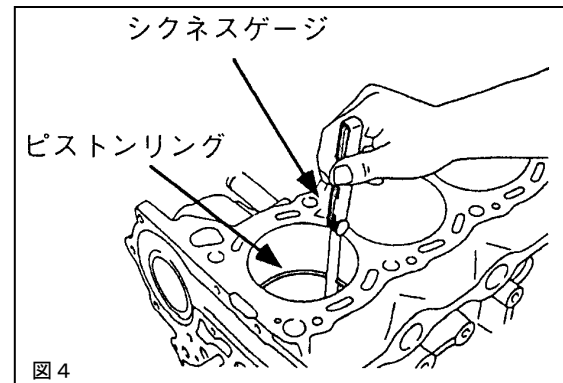

図4
5. 1 図4のようにピストンリングをボーリングされたシリンダの中間位置までピストンを利用して押し込み、シクネスゲージを用いて合い口隙間を測定してください。